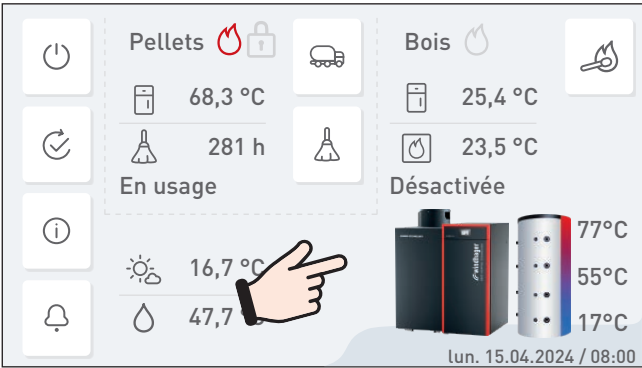

Fig. 42 Écran d'accueil
- ▶ Appuyer brièvement sur l'InfoWIN Touch pour allumer l'écran, puis appuyer sur écran d'accueil – Fig. 42.